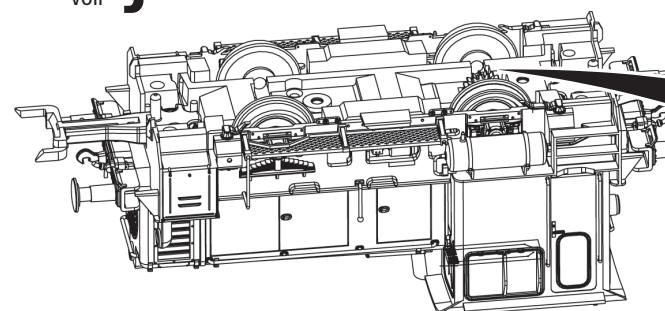

Fig. 8
**3. Haftreifenwechsel:** Zuerst den Getriebedeckel abnehmen (Fig. 7). Danach den **Radsatz** herausnehmen und die **Haftreifen** mit einer Nadel od. mit einem feinen Schraubendreher abziehen (Fig. 8). Beim Aufziehen der neuen Haftreifen darauf achten, dass diese sich nicht verdrehen.
**3. Change of traction tyre:** Remove the gear cover (fig. 7). Take out **wheel set** and remove **traction tyre** using a pin or a fine screwdriver (fig. 8). When pressing on the new traction tyre please **avoid twisting it**.
**3. Échange des bandages d'adhérence:** Démontez d'abord **le couvercle du carter des engrenages** des engrenages (fig. 7). Délogez ensuite les essieux bandagées et enlevez, à l'aide d'une aiguille ou d'un tournevis fin, les bandages d'adhérence (fig. 8). Lors du montage des nouveaux bandages veuillez veiller à ce que les bandages **ne soient pas tordues**.